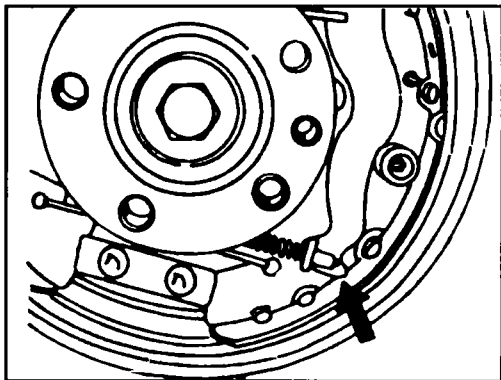

Рис. 9.2 Распирающий рычаг должен после регулировки тяги отойти от тормозной колодки на 2 мм
- ◆ Если этот рычаг отойдет от тормозной колодки на 2 мм (см. по стрелке рис. 9.2), то регулировку стояночного тормоза можно считать законченной.